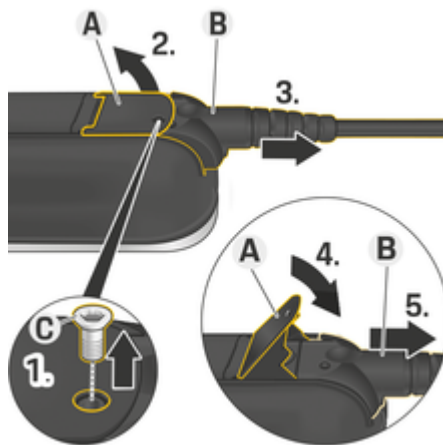

Рис. 125 Отсоединение кабеля
1. Выкрутите винт **C** (Рис. 125) с помощью подходящего инструмента.
2. Поднимите рычаг **A** (Рис. 125).
3. Извлеките штекер **B** (Рис. 125) до появления первого сопротивления.
4. Опустите рычаг **A** (Рис. 125).
5. Полностью извлеките штекер **B** (Рис. 125).